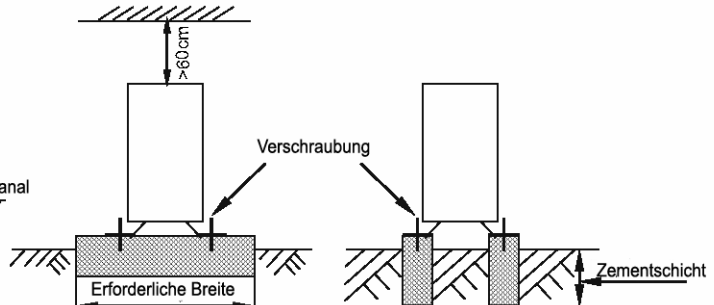

Abb. 18
- Schmieren Sie die Installationsfläche in der Größe 590\*328 mit Zement aus (s. Abb. 18)